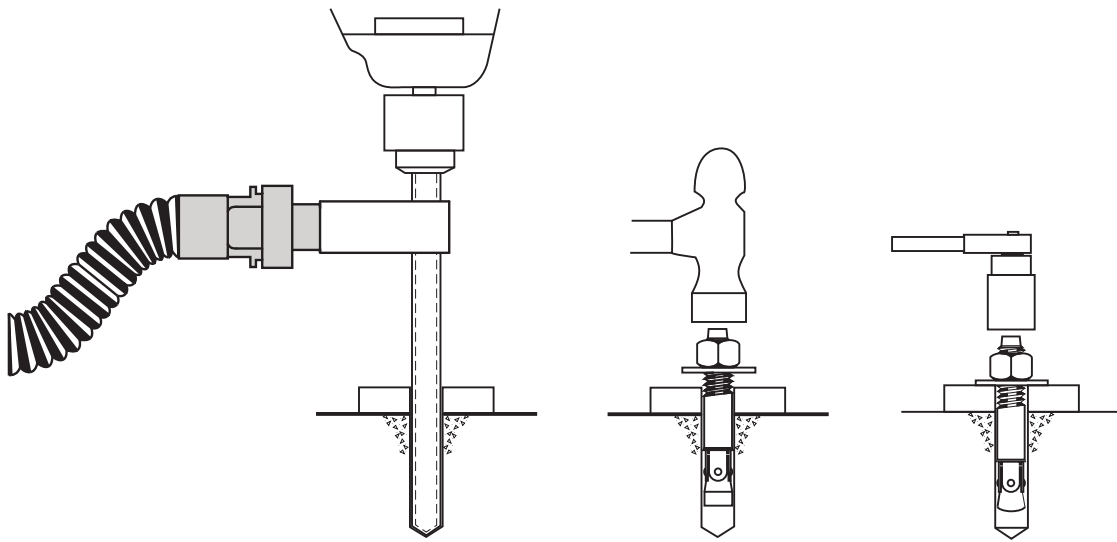

Fig. 4.
Taladre (14) orificios de 3/4" de diámetro en el piso de concreto utilizando como guía los orificios en la base de la columna. Ver figs. 4 y 5 para los requisitos de los agujeros.